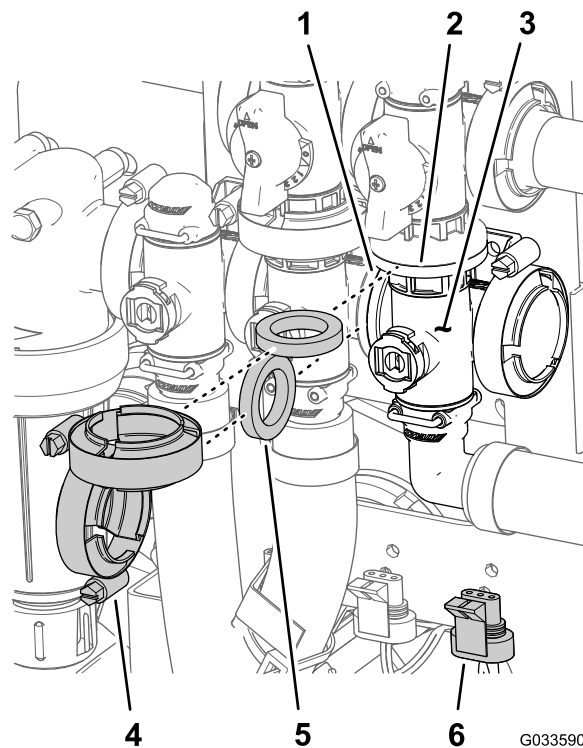

Рисунок 129
- Совместите фланец коллектора главного клапана стрелы, уплотнительную прокладку и фланец главного клапана перепуска стрелы (Рисунок 129).
- Смонтируйте коллектор главного клапана стрелы, уплотнительную прокладку и главный клапан перепуска стрелы с помощью фланцевого хомута, затянув его вручную (вид А на Рисунок 129).
- Совместите фланец коллектора главного клапана стрелы, уплотнительную прокладку и коллектор клапана перемешивания (Рисунок 129).
- Смонтируйте коллектор главного клапана стрелы, уплотнительную прокладку и коллектор клапана перемешивания с помощью фланцевого хомута, затянув его вручную (Рисунок 129).
7. Присоедините клапан перемешивания к креплению клапана с помощью болта с фланцевой головкой и фланцевой контргайки (Рисунок 129), снятых при выполнении пункта 3 в разделе Снятие главного коллекторного клапана стрелы \(страница 91\), и затяните гайку и болт с моментом от 10 до 12 Н·м.